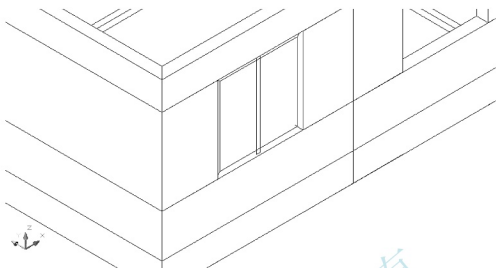

图 6.23 绘制玻璃（消隐后图形）
(6) 按 Enter 键结束命令, 结果如图 6.23 所示, 生成的“玻璃”只是带有 1800mm 厚的多段线的线框。